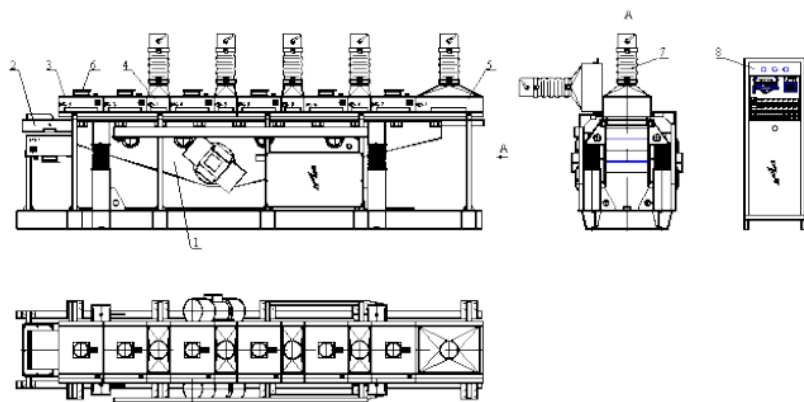

Рисунок 1 - Сушилка вибрационная с инфракрасными излучателями СВИК-350:
Сушилка вибрационная с инфракрасными излучателями СВИК (см. рис. 1) представляет собой вибрационный конвейер (1) с рабочим органом в виде прямоугольного лотка (2). Сверху над лотком стационарно расположены кассеты (3) инфракрасных излучателей, секции отвода паров (4) и секция охлаждения продукта (5). Начальный участок лотка прогревается кассетой, установленной снизу.